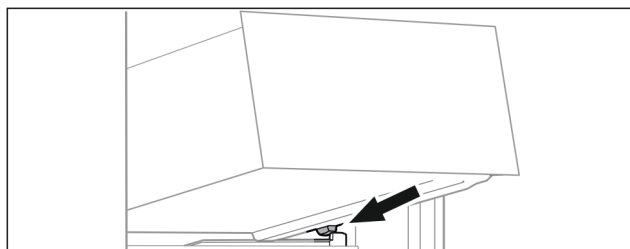

Fig. 135
- ▶ Nasadte zásuvku šikmo za zářezky na žebrování na nádoby. (viz Fig. 135)